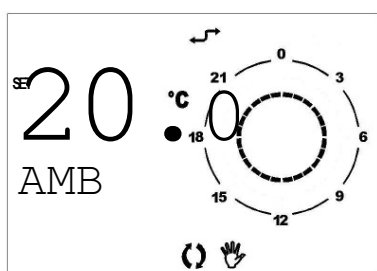

Abb. 8 – Manuelle Temperaturänderung im Automatikbetrieb
- **MANUELLE TEMPERATURÄNDERUNG IM AUTOMATIKBETRIEB:** Diese Funktion wird durch die beiden Symbole Automatikbetrieb und Handbetrieb angezeigt (siehe Abb. 8).